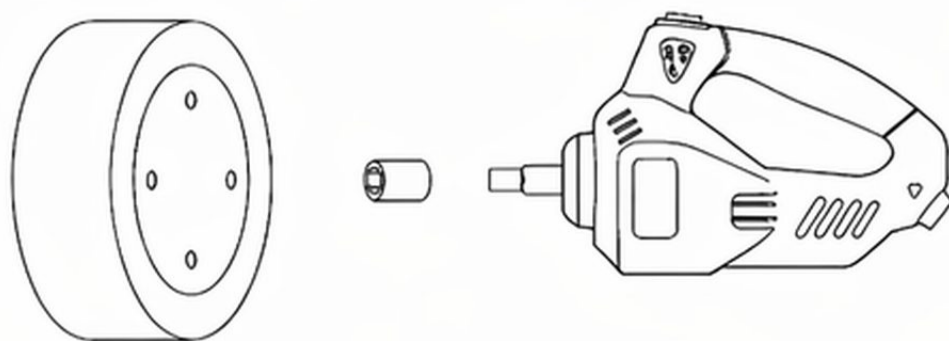

Figura 1
3. Scegliere la presa appropriata da fissare all'albero dell'avvitatore (vedere Figura 1).